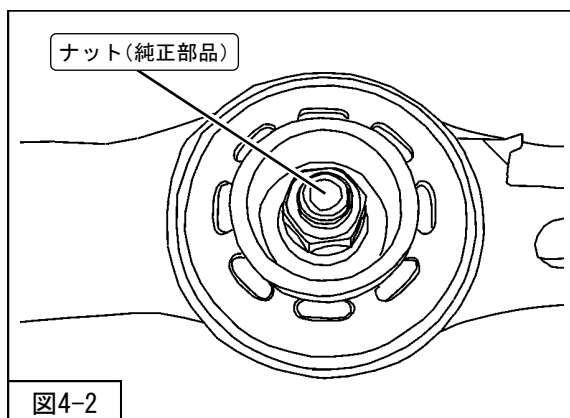

図4-2
2. ナット（純正部品）を取外し、純正リアショックアブソーバASSYを分解してください（図4-2）